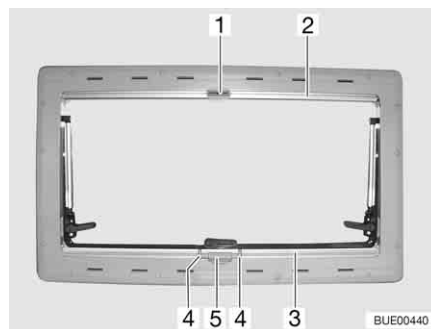

Fig. 84 Ventana abatible
- Apretar el tirador (Fig. 84,4) y tirar de la persiana oscurecedora (Fig. 84,3) de abajo hacia arriba hasta la altura deseada.
- Comprimir el asidero (Fig. 84,4). Se suelta el bloqueo.
- Llevar la persiana oscurecedora enrollable (Fig. 84,3) lentamente a su posición inicial.
- Tirar la mosquitera enrollable (Fig. 84,2) hacia abajo, hasta que choque con la persiana oscurecedora enrollable (Fig. 84,3) y el pestillo de cierre (Fig. 84,1) engatille en el bloqueo (Fig. 84,5).
- Aflojar el pestillo de cierre (Fig. 84,1).